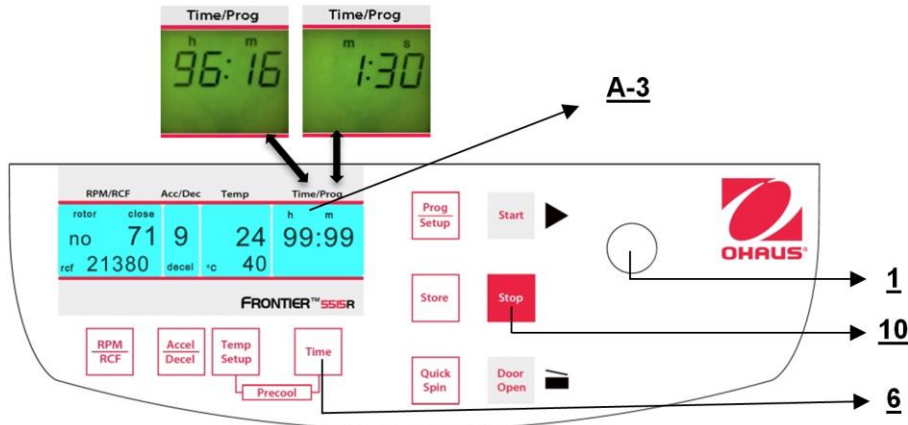

Figura 17
3. La operación continua **"cont"**, que puede interrumpirse con el botón **"Stop"**(10) (vea la Figura 17).
La pantalla siempre muestra el tiempo de operación restante. (Vea la figura 17.)